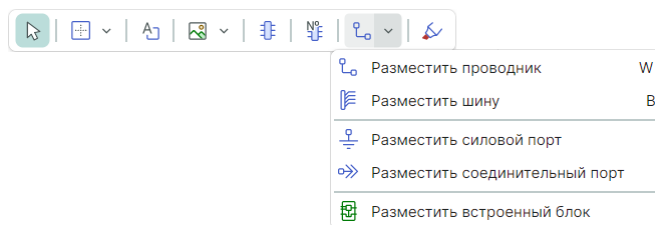

Рис. 102 Встроенная панель редактора схемы
- «Встроенная панель инструментов» – настройки включения/выключения отображения встроенной панели инструментов и выбор расположения данной панели в окне редактора. Внешний вид встроенной панели редактора схемы представлен на Рис. 102.